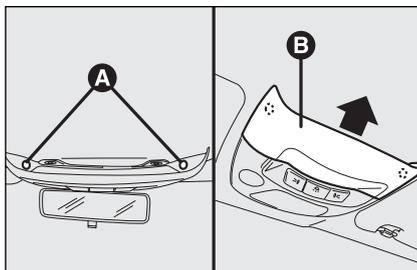

fig. 41
- comprimer les systèmes de retenue **A**-fig. 41 et dégager la préforme **B**;